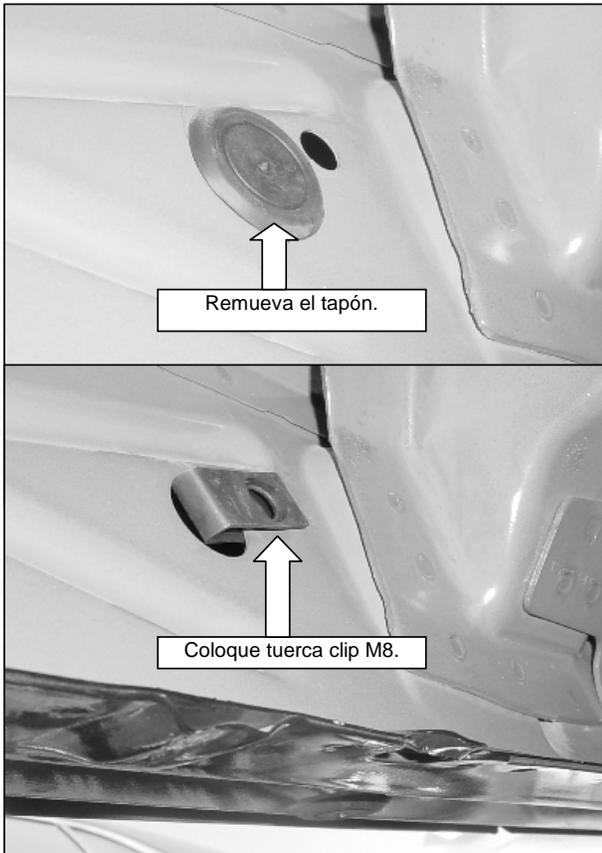

ILUSTRACIÓN 2
4. En modelos **DOBLE CABINA**, localice en la parte delantera y central de la carrocería del vehículo el barreno roscado y tuerca existente. **VER FOTO 1.** Coloque el bracket y fije de acuerdo a la **ILUSTRACIÓN 1**. **NOTA: Coloque el espaciador como se muestra en la ilustración 1.** En la parte trasera localice los barrenos e inserte una tuerca clip M8. **VER FOTO 2.** Coloque los bracket y fije de acuerdo a la **ILUSTRACIÓN 2**. Repita para el lado contrario.
2. Coloque el bracket y fije de acuerdo a la **ILUSTRACIÓN 2.**